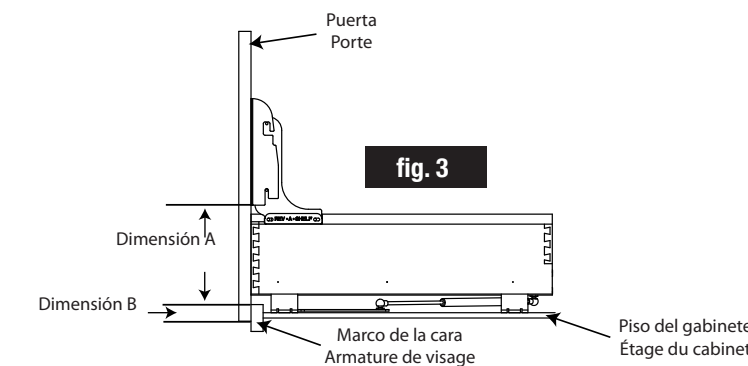

fig. 3
**Étape 5.** Mesurer la distance entre le cadrage avant du bas et le dessous du support de porte. Noter la dimension comme étant la dimension A. Mesurez votre chevauchement de porte. Notez-le comme étant la dimension B suivant les indications de la figure 3. **NOTE:** Sur les caissons sans cadre, mesurez à partir du plancher du caisson jusqu'au bas du support de porte.